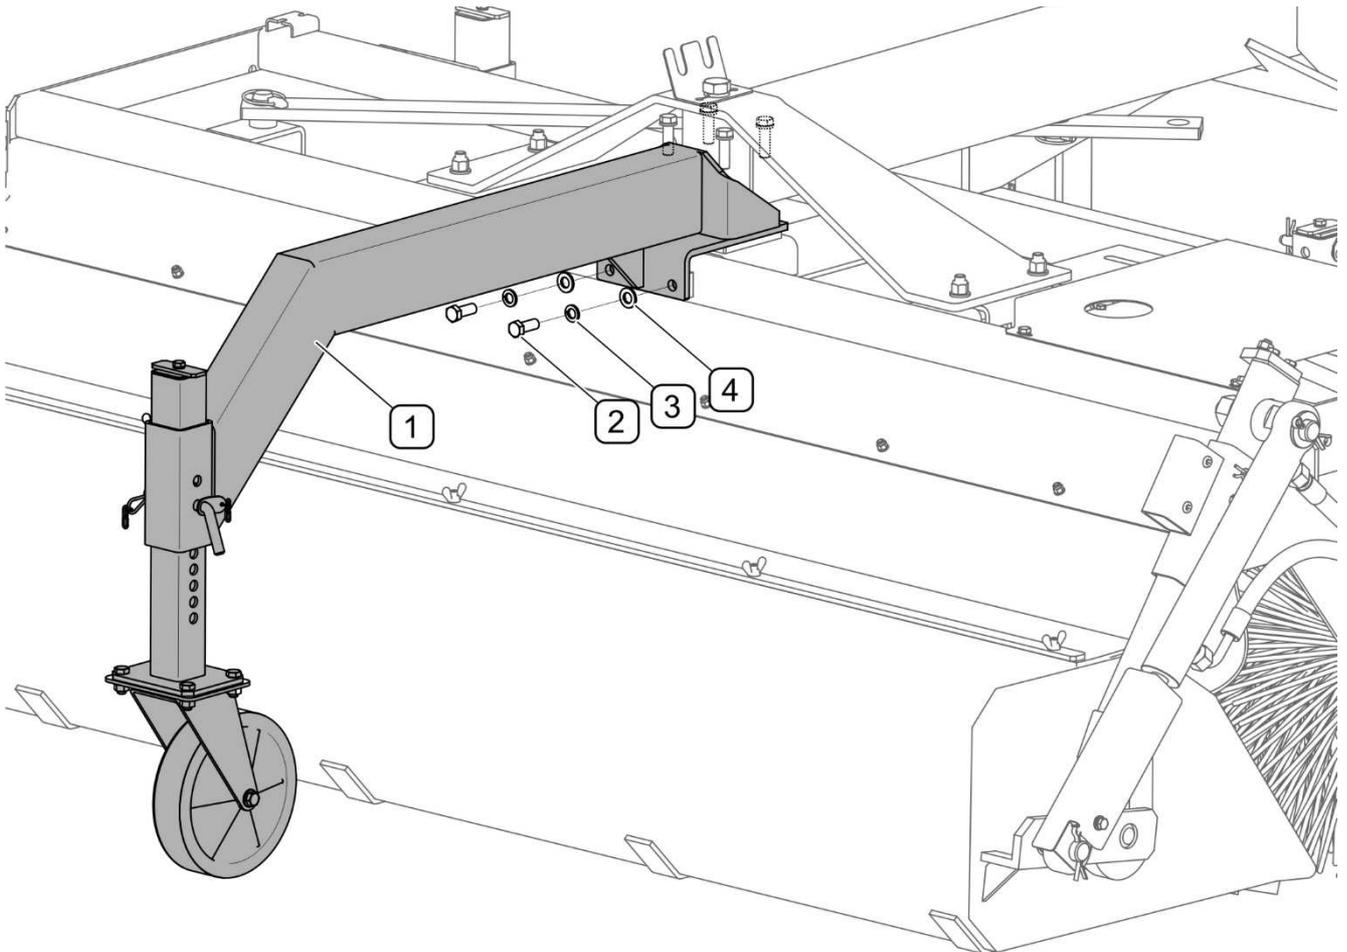

ABB. 4.10 Zusätzliches Stützrad (Option)
(1) - Ausleger; (2) - Schraube; (3) - Federscheibe; (4) - Unterlegscheibe
Damit die Kehrmaschine dem Gelände besser folgen kann, wenn sie an der Vorderseite des Trägerfahrzeugs befestigt ist, muss am Rahmen der Kehrmaschine ein zusätzliches Stützrad befestigt werden (*Katalog-Nr. 80RPN-20.00.00.00*). Der Ausleger (1) wird zusammen mit dem Rad (ABB. 4.10) von oben mit den Befestigungsschrauben am Rahmen und vorn vorne mit den Schrauben (2) mit Unterlegscheiben (3) und (4) befestigt.